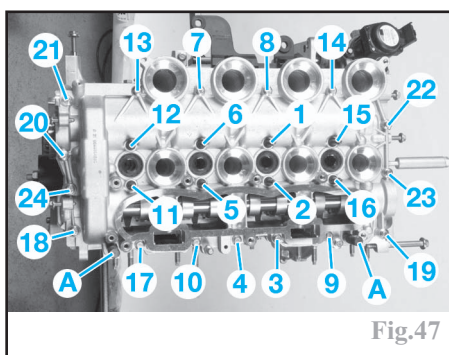

Fig.47
Reposer le carter supérieur de paliers d'arbre à cames sur la culasse en le centrant à l'aide de deux piges (outil réf (-). 0194-N) (A) (Fig.47) introduites dans les trous prévus à cet effet.
Approcher puis serrer progressivement les vis de fixation dans l'ordre indiqué (Fig.47).